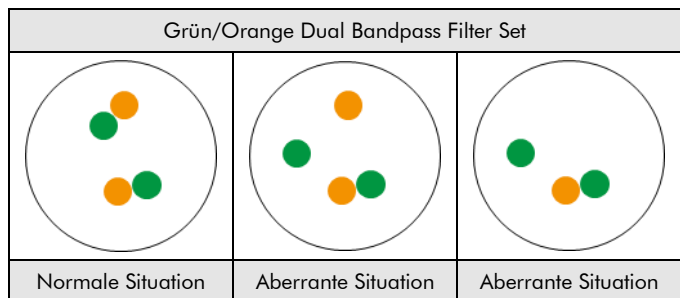

Abb. 2: Zu erwartende Ergebnisse in normalen und aberranten Zellkernen
**Normale Situation:** In Interphasen von normalen Zellen oder Zellen ohne eine Translokation der ROS1-Genregion erscheinen zwei grün/orange Fusionssignale (siehe Abb. 2).
**Aberrante Situation:** Eine von einer Translokation betroffene ROS1-Genregion wird durch ein separates grünes Signal und ein separates oranges Signal gekennzeichnet. Einzelne grüne Signale sind das Ergebnis von Deletionen distal zur ROS1-Bruchpunktregion oder entstehen aufgrund von unbalancierten Translokationen dieser chromosomalen Region (siehe Abb. 2).